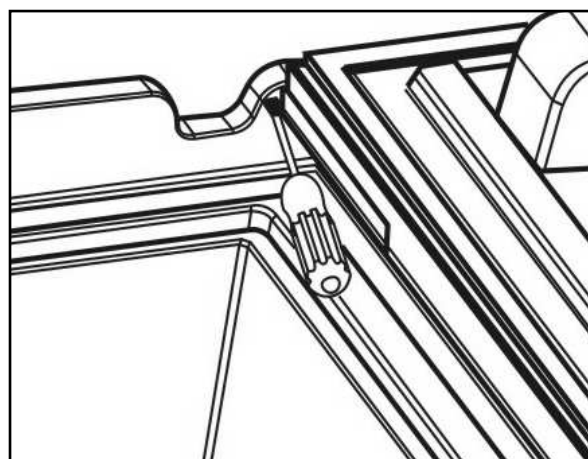

Bild 10.
- Skruva loss dom 6 skruvarna (1) på golvrmen och ta loss ramen.
- Öppna dörren och avlägsna hållklammern (2) av det övre gångjärnet med hjälp av en skruvmejsel och tryck ut stiftet (bild 10)
- Ta loss stiftet på det nedre gångjärnet (3) och den nedre gångjärnshållaren (4) på samma sätt som den övre.
- Sätt in det nedre gångjärnsstiftet (3) på den önskade sidan.
- Sätt in brickan och dörren och tryck tillbaka den övre hållklammern (2).
- Sätt också tillbaka dom två gångjärnshållarna (4)